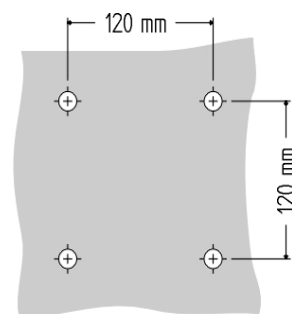

Fig. 8
- Percer sur le mur 4 trous $\varnothing 8$, d'une profondeur de 45mm, comme indiqué sur la Fig. 8;